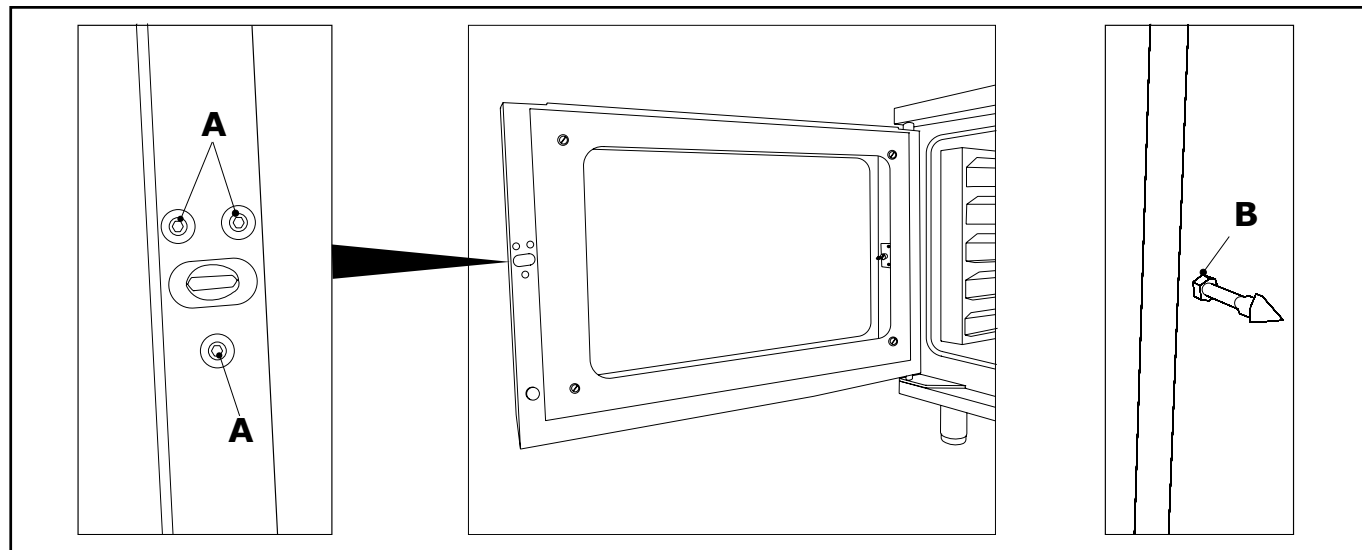

Abb. 11
- 2) Die Schrauben lösen (**A** - Abbildung 11).
- 4) Wenn notwendig, die Schraubenmutter (**B** - Abbildung 11) des Hakens im Uhrzeigersinn oder gegen den Uhrzeigersinn drehen, um die richtige Schließung des Handgriffs einzustellen. Dabei auf die richtige Ausrichtung der Hakenspitze achten.